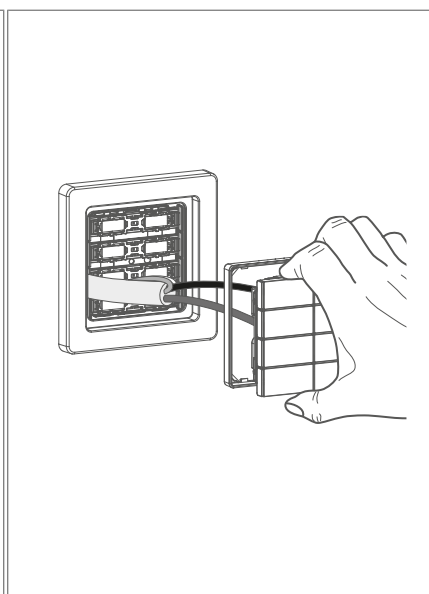

Fig. 19: Rimozione del dispositivo dall'anello di supporto
- ② Rimuovere il modulo pulsante dall'anello di supporto. Tenere saldamente il telaio di design (guardare Fig. 19).